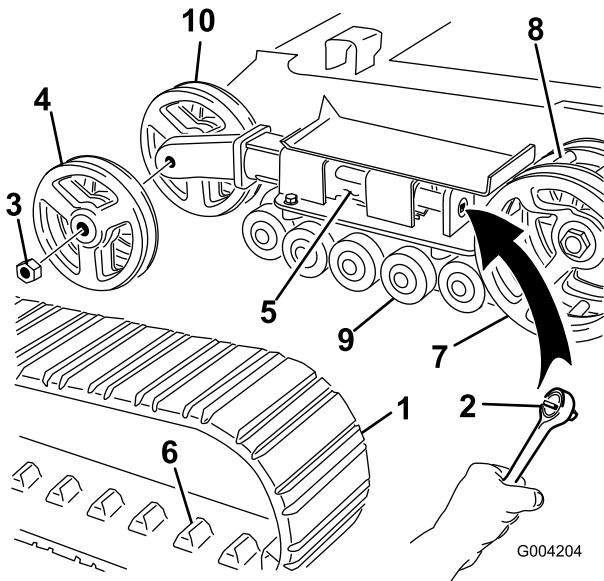

Figura 43
4. Usando una llave de tubo de 1/2 pulgada (13 mm), alivie la tensión en la oruga girando el tornillo tensor en el sentido de las agujas del reloj (Figura 41 y Figura 43).
5. Empuje la rueda tensora hacia la parte de atrás de la unidad de tracción para mover el tubo tensor contra el bastidor (Figura 43). (Si no toca el bastidor, siga girando el tornillo tensor hasta que lo toque.)
6. Retire la tuerca que fija la rueda tensora exterior y retire la rueda (Figura 43).
7. Retire la oruga (Figura 43).
8. Retire la tuerca que fija la rueda tensora interior y retire la rueda (Figura 43).
12. Instale la rueda tensora interior y fíjela con la tuerca que retiró anteriormente (Figura 43).
14. Instale la oruga nueva, asegurándose de que los salientes de la oruga encajen entre los dientes del centro la rueda motriz (Figura 43).
15. Instale la rueda tensora exterior y fíjela con la tuerca que retiró anteriormente (Figura 43).